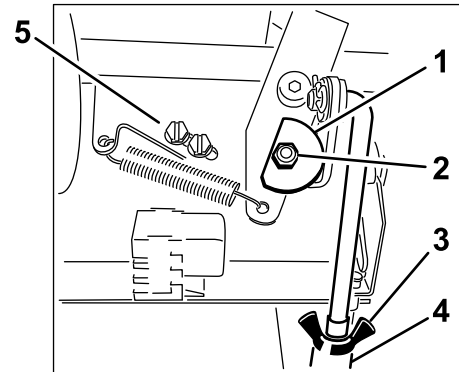

Figura 50
7. Afloje la tuerca y el perno que sujetan la leva (Figura 50).